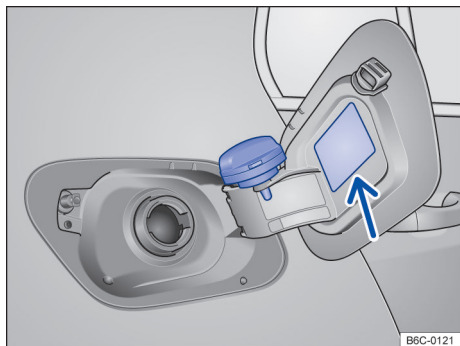

Fig. 160 Portezuela del depósito de combustible abierta con el tapón de cierre del depósito de combustible colgado.
- Retirar el tapón del depósito girándolo en sentido antihorario y encajarlo en el soporte de la tapa del depósito → fig. 160.